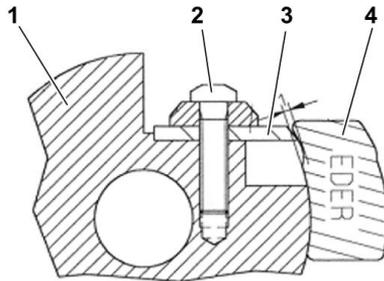

Abb.3: Messer wechseln an der Scheibenfräse
- > Lösen Sie die Messerschraube (2 – Abb.3) leicht.
- > Legen Sie die Messerlehre (4 – Abb.3) an den Fräskopf (1 – Abb.3) an und schieben Sie das Messer (3 – Abb.3) an die Messerlehre heran, bis es den eingekerbten Bereich berührt.